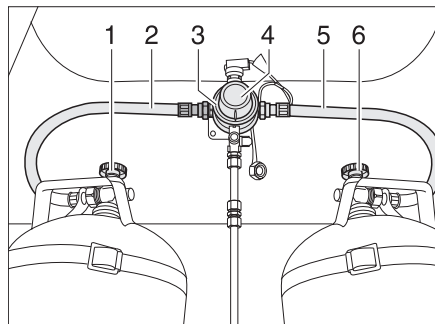
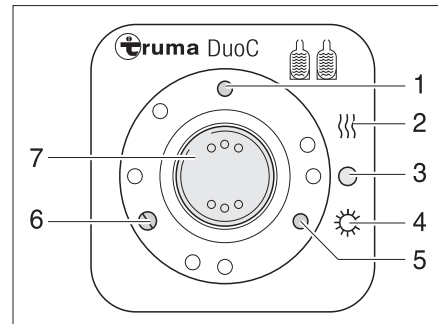

Fig. 80 Instalación de conmutación DuoControl
Fig. 81 Unidad de mando
La instalación de conmutación DuoControl consta de un regulador de conmutación (Fig. 80,3) y la unidad de mando (Fig. 81). El regulador de conmutación está montado entre las gomas del gas (Fig. 80,2 y 5). Con el botón giratorio (Fig. 80,4) en el regulador de conmutación se puede determinar cuál de las bombonas de gas se usará como bombona de servicio y cuál bombona de gas como bombona de reserva.
En la unidad de mando (Fig. 81) únicamente pueden conmutarse las funciones eléctricas. Las llaves de paso principales de las bombonas de gas (Fig. 80,1 y 6) deben abrirse a mano.
El regulador de conmutación garantiza una presión del gas constante, independientemente de cuál bombona de gas está suministrando el gas. Las dos luces de control en la unidad de mando indican el nivel de llenado de la bombona de servicio. Cuando la luz de control verde (Fig. 81,6) se ilumina, la bombona de servicio está llena. Cuando la luz de control roja (Fig. 81,5) se ilumina, la bombona de servicio está vacía. El suministro de gas se realiza entonces a través de la bombona de reserva.
- Abrir las llaves de paso principales en las bombonas de gas (Fig. 80,1 y 6).
- Con el botón giratorio (Fig. 80,4) en el regulador de conmutación (Fig. 80,3), seleccionar la bombona de gas de la cual se debe tomar el gas preferentemente (bombona de servicio).
- Conectar la instalación de conmutación DuoControl en la unidad de mando (Fig. 81).
Poner para ello el interruptor basculante (Fig. 81,7) en modo de invierno "On y calentar" (Fig. 81,2) o en modo de verano "On" (Fig. 81,4). El regulador de conmutación está ahora desaireado. La luz de control amarilla (Fig. 81,1) se enciende, si se ha elegido el modo de invierno y conectado el deshelador de reguladores.
- Poner el interruptor basculante (Fig. 81,7) en "O" (Fig. 81,3). La luz de control amarilla (Fig. 81,1) se apaga.
- Cerrar las llaves de paso principales en las bombonas de gas (Fig. 80,1 y 6).
Las luces de control en la unidad de mando (Fig. 81,5 y 6) indican en el interior del vehículo, si la bombona de servicio está lista para el funcionamiento.
Si durante el funcionamiento la luz de control verde (Fig. 81,6) se apaga y la luz de control rojo (Fig. 81,5) se enciende, la bombona de gas seleccionada como bombona de servicio está vacía y debe cambiarse. La bombona de reserva seguirá suministrando gas a los consumidores de gas.